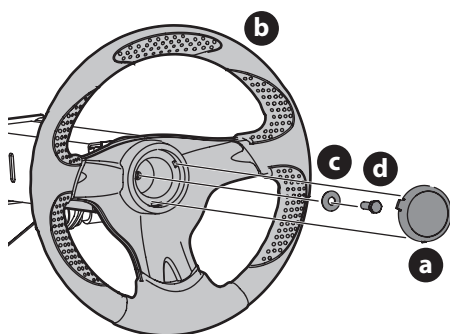

Figure 6
1. Retirez les éléments de fixation du volant sous le capuchon du volant (a). Faites délicatement levier sur le capuchon du volant (a) pour retirer la quincaillerie (Figure 6).
2. Les roues de la machine orientées vers l'avant, placez le volant (b) sur l'arbre de direction. (Figure 6).
3. Placez la rondelle Belleville (c) sur le volant (b) et fixez-la à l'aide de la vis de blocage hexagonale (d). (Figure 6).